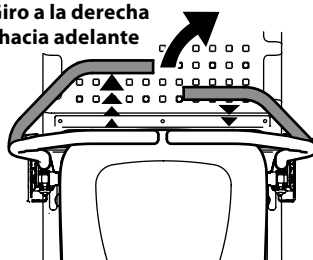

Figura 24
2. Para girar a la derecha, mueva la palanca de control de la transmisión derecha hacia atrás respecto de la palanca izquierda (Figura 24).